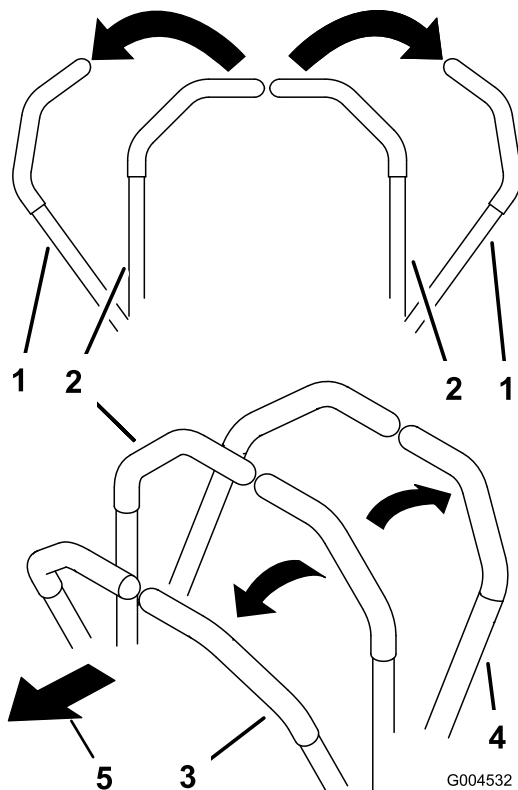

Figura 17
2. Para andar para a frente empurre as alavancas de controlo do movimento para a frente (Figura 17).
Para andar a direito, aplique pressão igual em ambas as alavancas de controlo do movimento (Figura 17).
Para rodar, liberte a pressão da alavanca de controlo de movimento virada para a direcção para a qual quer virar (Figura 17).